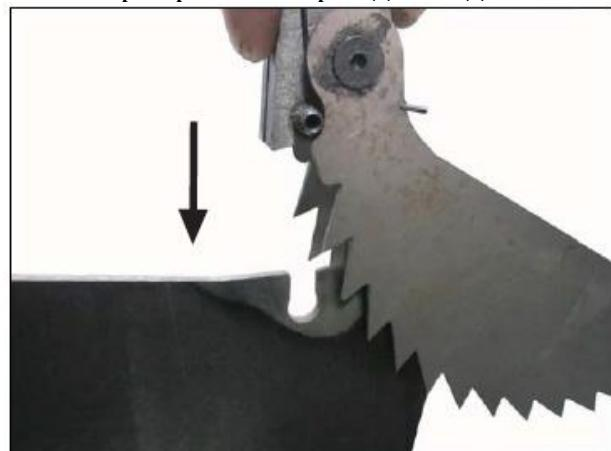

Рис. 19. Узел противоотбрасывающих упоров
15. Установить узел противоотбрасывающих упоров, как показано на рис. 19.